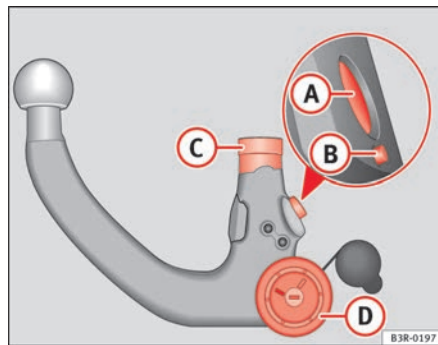

Fig. 150 Dispositivo di traino asportabile Gancio a testa sferica
- Controllare quindi che i perni di bloccaggio **A** e sbloccaggio **B**, il cono introduttore **C** e la rotella **D** ⇒ fig. 150 non siano sporchi o danneggiati.